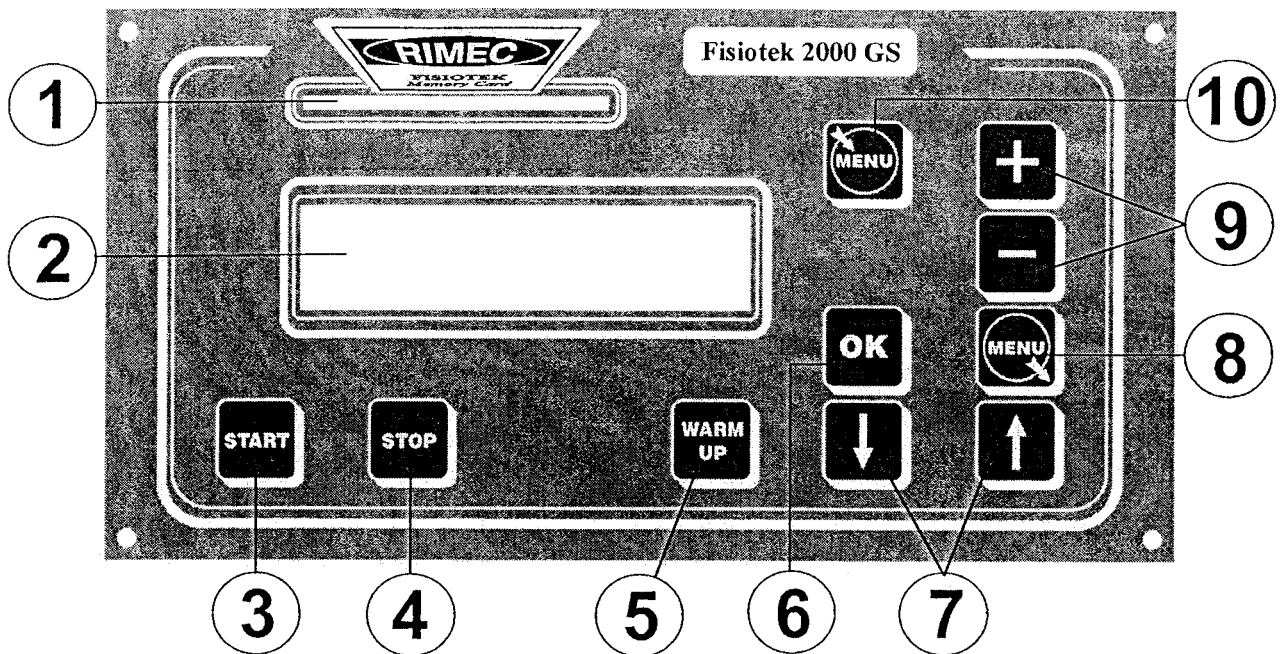

Abb.4
- Die hintere Stange (A) in der Öffnung RECHTS oder LINKS je nachdem, ob mit den rechten oder den linken Gliedmaßen des Patienten gearbeitet wird, positionieren, siehe Aufkleber (B). **ACHTUNG: die Stange muß bis zur schwarzen Anschlagbuchse (M) eingesteckt und der seitliche Griff (N) muß fest angezogen werden.**
- Durch Druck der Tasten  oder  (Abb. 4) wird der Schlitten (L) etwa auf die halbe Hublänge gebracht.
- Den Griff (D) lösen und den Wert der Länge des Oberschenkels des Patienten auf die Maßstange (C) übertragen und erneut den Griff anziehen. **ACHTUNG: der Wert 46 darf nicht überschritten werden.**
- Die Griffen (E) lösen, den schwarzen Metallschuh bis zu max. Position (F) ziehen.
- Am Griff (G) drehen, und den Metallschuh in der gewünschten Position neigen.
- Über den unteren Klettverschluss die Auflage (I) komplett lösen.
- Die Gliedmaßen des Patienten auf dem Gerät positionieren und dabei das Knie mit den Gelenken (H) ausrichten.
- Den schwarzen Metallschuh am Fuß anlegen und die Griffen (E) anziehen.
- Über den unteren Klettverschluss die Auflage (I) an der Wade des Patienten anlegen.